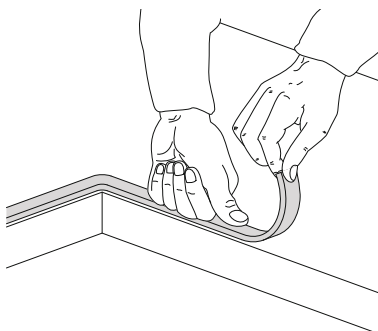

Рис. 4: установка изоляционного уплотнителя
- Аккуратно установить изолирующий уплотнитель, входящий в оснащение, на внешний периметр отверстия, выполненного на поверхности, слегка надавливая рукой, прижать уплотнитель по всей поверхности [Рис. 4].